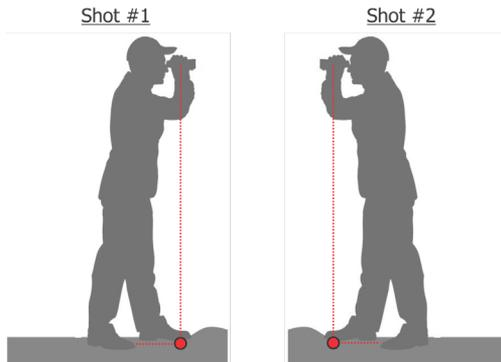

Figure 26
2. Placez vos pieds de part et d'autre de la pièce de monnaie de telle façon qu'elle soit placée entre vos pieds et que vous teniez le TruPulse directement au-dessus d'elle. Voir à la Figure 26.
4. Tout en maintenant le TruPulse directement au-dessus de la pièce, visiez le point 2. Veillez à éviter tout mouvement de balancement important, repositionnez vos pieds de part et d'autre de la pièce.Voir la Figure 26.